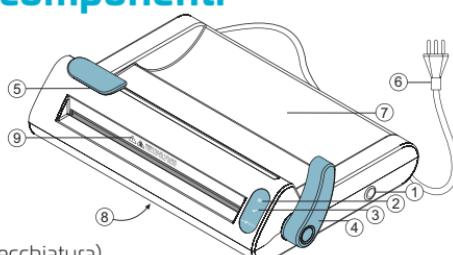

Fig. 1
- La Sigillatrice funziona sia a 127V che a 220V come indicato sull'etichetta di identificazione posta sulla parte posteriore dell'apparecchiatura (Fig.1).
- 1 Collegate la sigillatrice e premere il pulsante On/Off fino al suono del bip per accendere l'apparecchiatura, udirete 3 beep e l'indicatore  lampeggerà indicando l'avvio della fase di riscaldamento. Quando viene raggiunta la temperatura per la sigillatura (circa tre minuti con la leva sollevata (Fig.1), udirete 2 beep e l'indicatore  rimarrà acceso, indicando che la sigillatrice è pronta per essere utilizzata.
- 2 Inserite l'estremità della busta di sterilizzazione nell'apposita entrata, sempre con la parte di carta rivolta verso il basso e quella di plastica rivolta verso l'alto, tirate dall'altro lato e posizionate il rotolo nell'apposito porta rotolo (Fig.1). Tirate fino a raggiungere la lunghezza desiderata della busta.